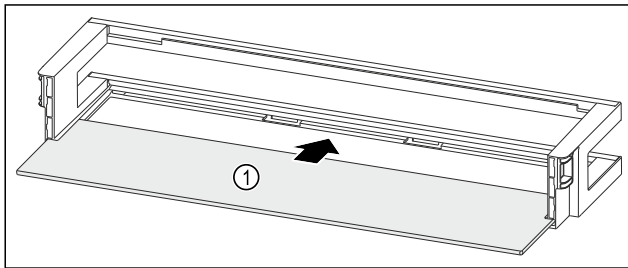

Fig. 134 Estantes en la contrapuerta con estante
- ▶ Introduzca el estante Fig. 134 (1) en los huecos laterales.